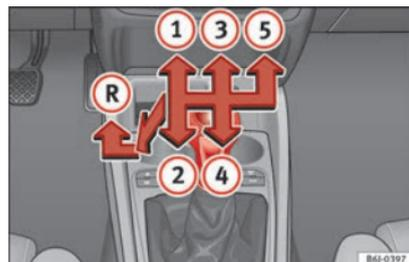

Fig. 28
En la palanca de cambios se indican las posiciones de las marchas »» fig. 28.
- Con la palanca de cambios en punto muerto, presiónela hacia abajo, muévala a la izquierda hasta el final y después hacia delante para seleccionar la marcha atrás »» fig. 28